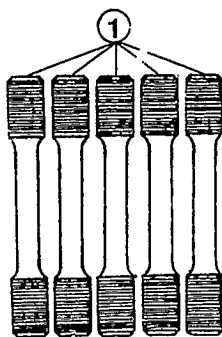

Fig. 1
1.1 Satz 5 Probestäbe (361 12); Abb. 1
- ① 5 Probestäbe, an beiden Enden mit Gewinde versehen zum Einschrauben in die Haltevorrichtung der Hydraulischen Presse
1.1 Set of 5 Test Rods (361 12), Fig. 1
- ① 5 test rods, threaded on both ends for screw-connection to the respective holding device on the hydraulic press